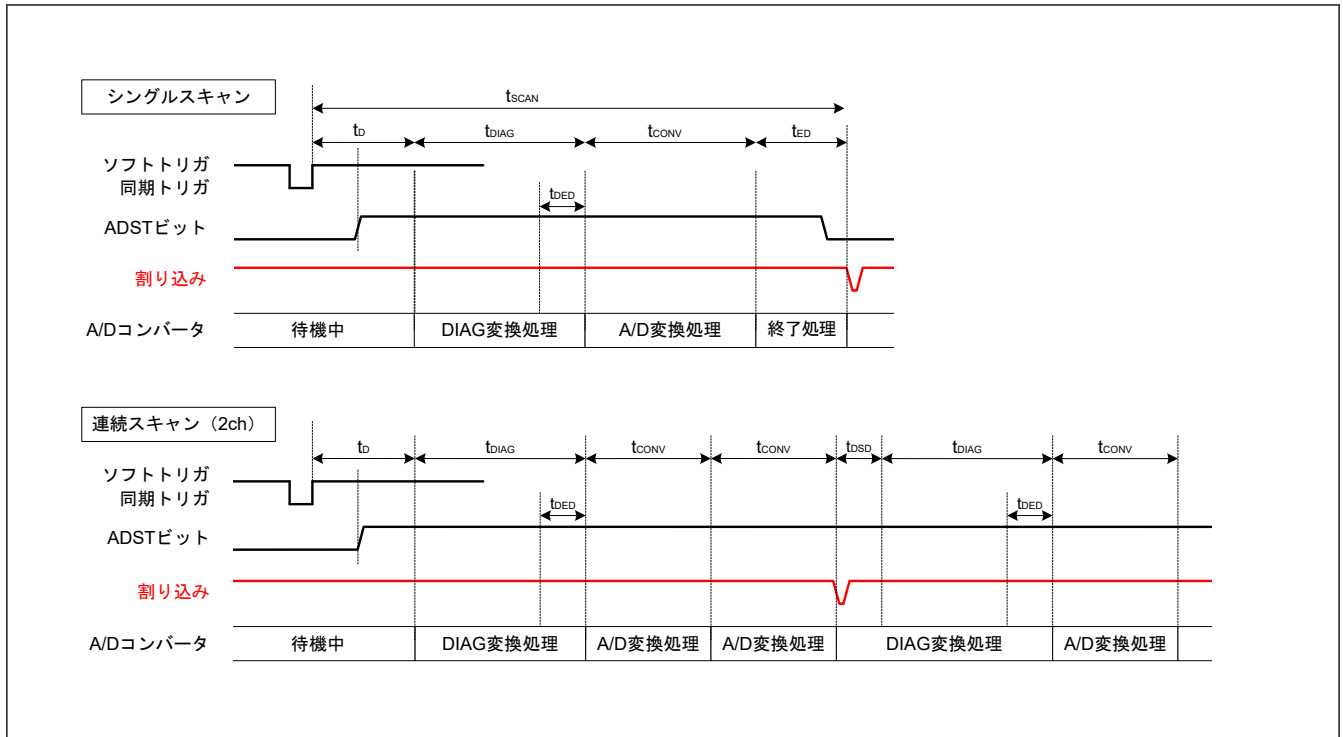
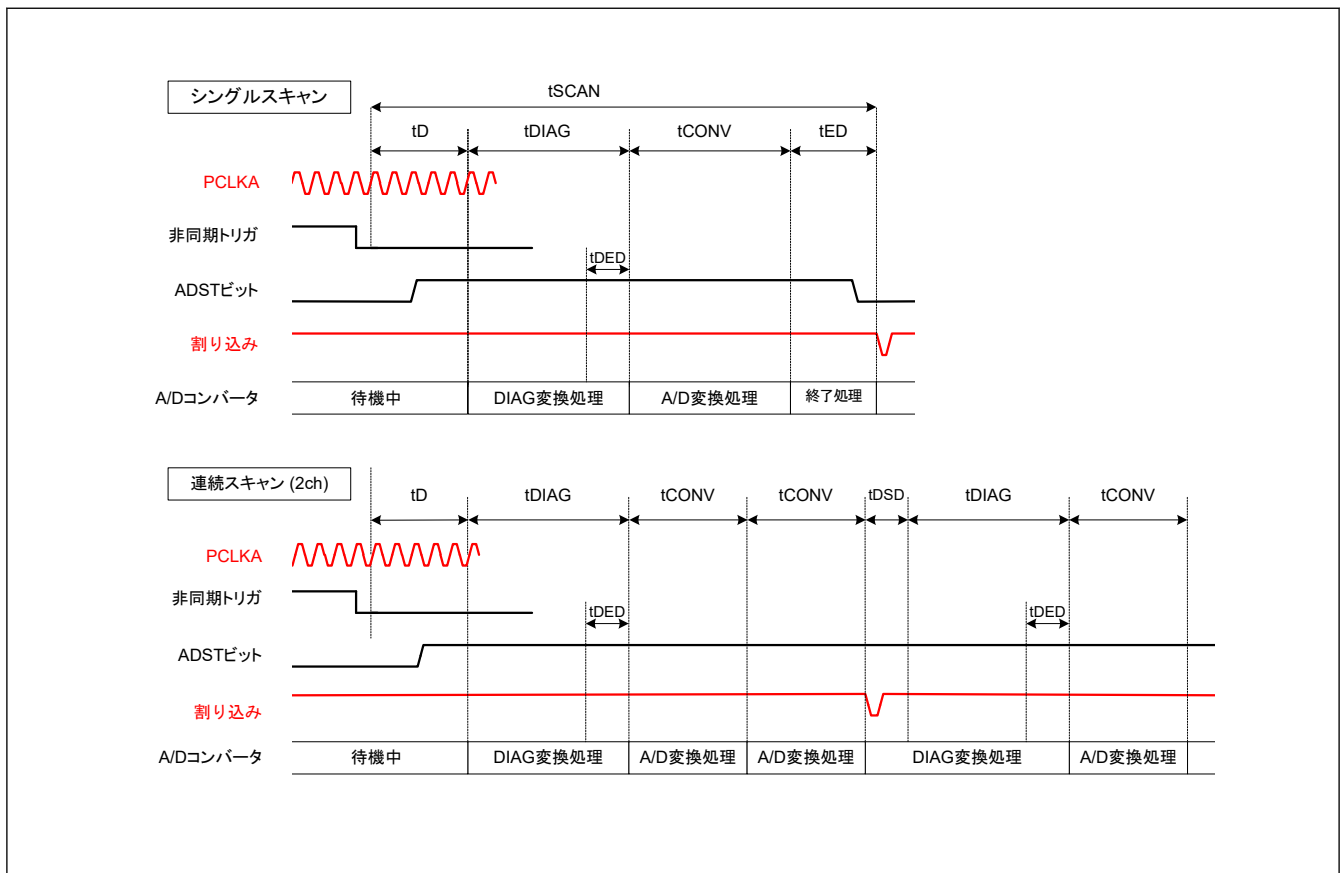

図 33.34 スキャン変換のタイミング (ソフトウェア起動または同期トリガ入力 (ELC) 起動の場合)
図 33.35 スキャン変換のタイミング (非同同期トリガ入力 (ADTRG0) 起動の場合)
図 33.34 に、ソフトウェアトリガまたは同期トリガ (ELC) 起動によりスキャン変換を行う場合のタイミングを示します。また、図 33.35 に、非同期トリガ (ADTRG0) 起動によるスキャン変換を行う場合のタイミングを示します。スキャン変換時間 ( $t_{SCAN}$ ) には、スキャン変換開始遅延時間 ( $t_D$ )、チャンネル専用サンプル&ホールド回路処理時間 ( $t_{SPLSH}$ )(注1)、断線検出アシスト処理 ( $t_{DIS}$ )(注2)、自己診断 A/D 変換処理 ( $t_{DIAG}$  および  $t_{DSD}$ )(注3)、A/D 変換処理時間 ( $t_{CONV}$ )、チャンネル専用サンプル&ホールド回路終了時間 ( $t_{SHED}$ )(注4)、およびスキャン終了遅延時間 ( $t_{ED}$ ) が含まれます。
- 注 1. tD, tSPLSH, tDIAG, tCONV, tED の各タイミングについては、図 33.34 および 図 33.35 を参照してください。